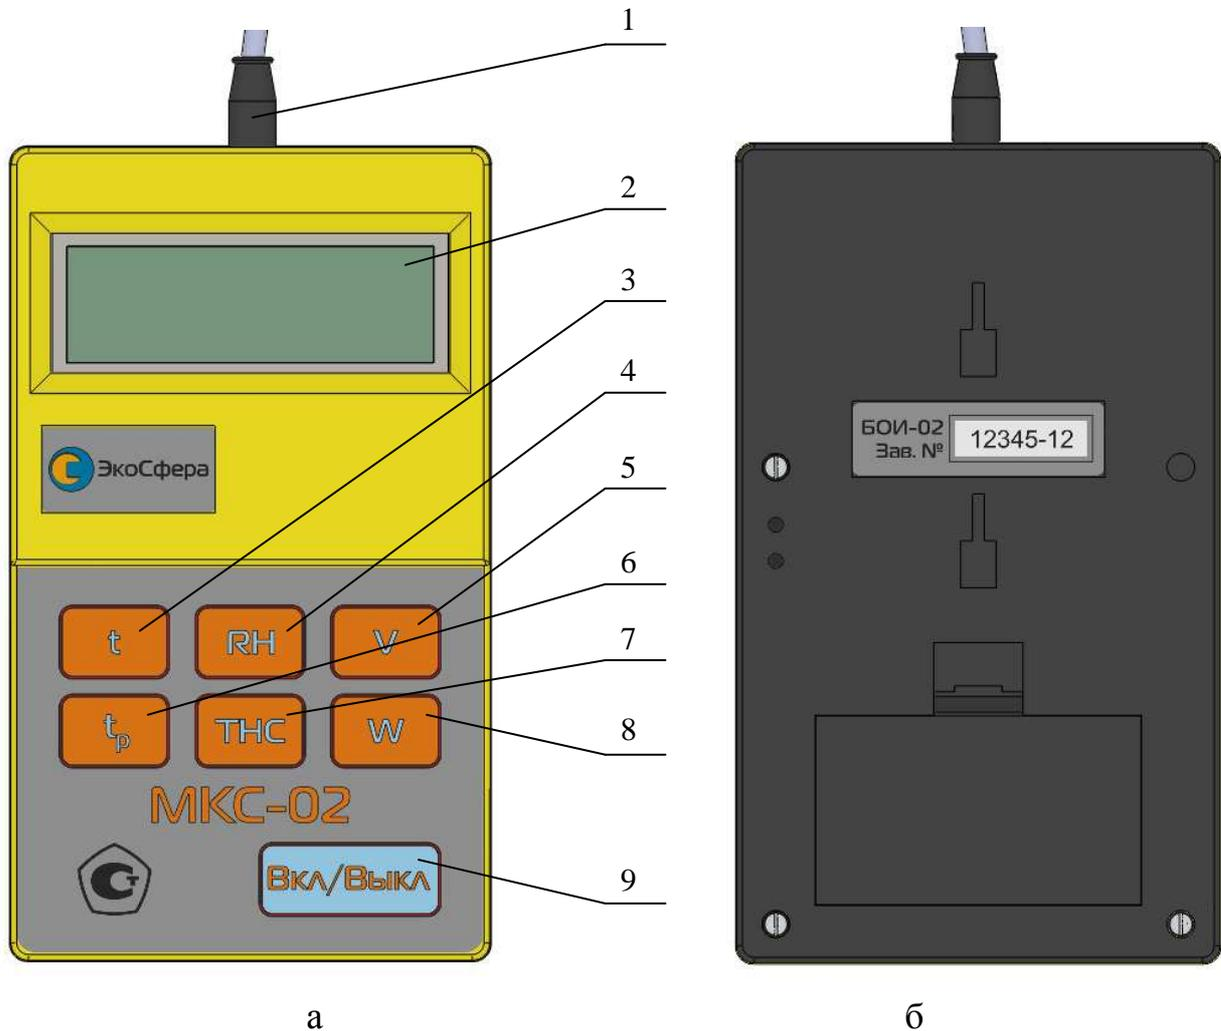

Рис. 1 – Внешний вид блока отображения информации МКС-02
1.3. Включение МКС-02 производится нажатием кнопки «Вкл/Выкл», кнопка 9 (рис. 1) на корпусе МКС-02. При этом на дисплее отображается заставка, содержащая информацию (рис. 2):
- «t» (кнопка 3, рис. 1) – режим измерения температуры воздуха (рис. 1);
- «RH» (кнопка 4, рис. 1) – режим измерения относительной влажности воздуха. При длительном нажатии на кнопку включается или выключается подогрев датчика влажности. Подогрев может быть необходим для ускорения испарения конденсата или диагностики каналов измерения температуры и относительной влажности (при
- «V» (кнопка 5, рис. 1) – режим измерения скорости движения воздуха;
- « t_p » (кнопка 6, рис. 1) – режим вычисления результирующей температуры и радиационной температуры (только при наличии «черного шара»);
- «ТНС» (кнопка 7, рис. 1) – режим индикации температуры внутри «черного шара» и вычисления индекса ТНС. При отсутствии «черного шара» прибор показывает значение ТНС, рассчитанное в предположении, что температура внутри «черного шара» совпадает с температурой воздуха. Соответствующее значение является прогнозным и **не может быть использовано в качестве результата измерения;**
- «W» (кнопка 8, рис. 1) – режим измерения интенсивности теплового облучения (только при наличии «черного шара») и барометрического давления.
2.3.5. Выключение прибора осуществляется нажатием кнопки «Вкл/Выкл» (кнопка 9, рис. 1). При этом вывод на дисплей измеренных данных прекращается и на дисплее прибора в течение двух секунд удерживается заставка с изображением предприятия – изготовителя и далее вывод на дисплей информации прекращается. При выключении измеритель издает короткий звуковой сигнал.